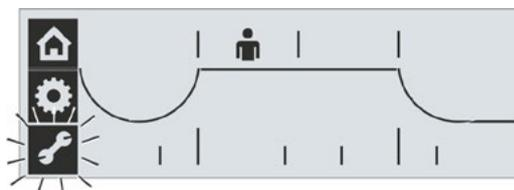

Рис. 1: Выбор меню ‚Параметры‘
4. Выберите меню ‚Параметры‘: Поворачивайте кнопку Drive Controller, пока не будет мигать инверсивный знак „ключ“ (рис. 1).